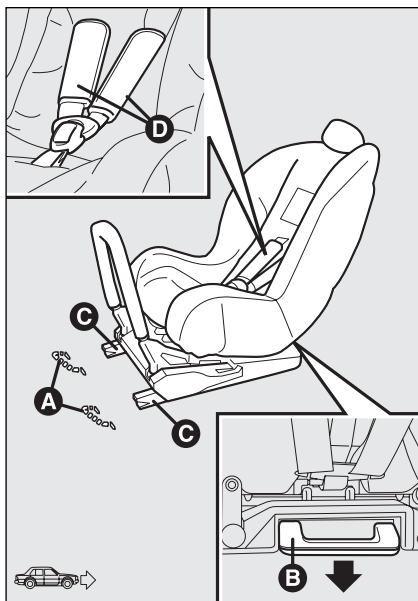

fig. 15
Para los niños que pertenecen a este grupo de peso (hasta 13 kg de peso) la silla está dirigida hacia atrás y el niño está sujeto con los cinturones **D**-fig. 15 de la silla.
- ☐ asegúrese de que la palanca de desenenganche **B**-fig. 15 esté en la posición de reposo (hacia el interior);